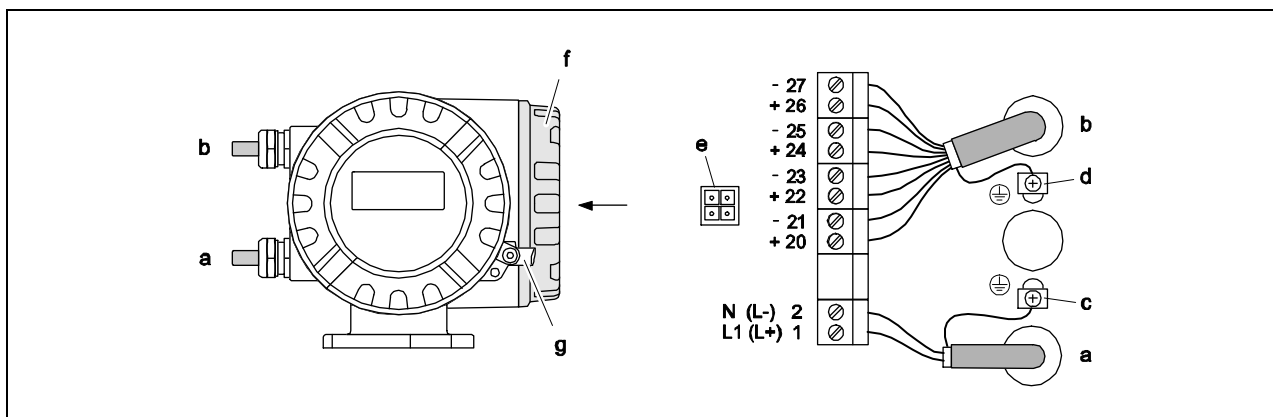

Рис. 27: Подсоединение преобразователя (в алюминиевом рабочем корпусе) Сечение кабеля: макс. 2.5 мм² (14 AWG)
- Схема электромонтажа (алюминиевый корпус) → Рис. 27